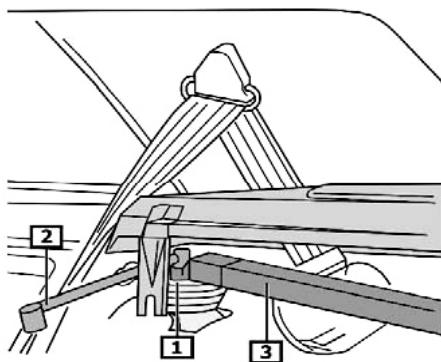

Fig. 4:
- **Fig. 4** Hutablage aushängen und Seitenverkleidung ausschnipsen.
- **Fig. 4** Unhook rear shelf and unclip side paneling.
- **Fig. 4** Décrocher la plage arrière et déclipsier le capitonnage latéral.
- **Fig. 4** Desenganchar la bandeja trasera y el revestimiento lateral.